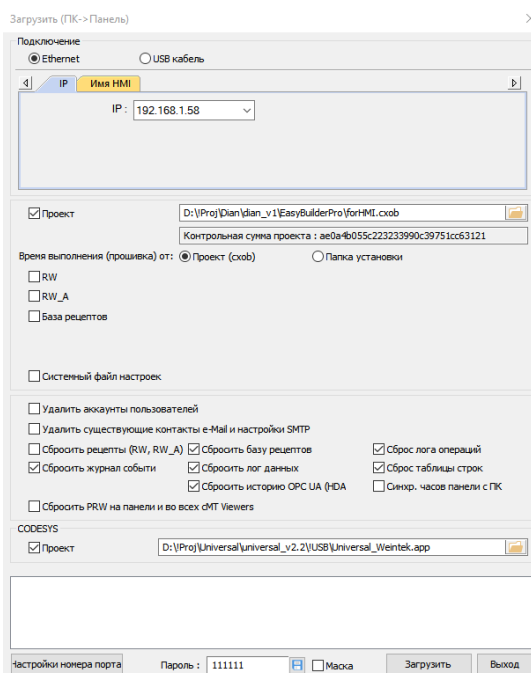

Рисунок 4.13 – Настройки окна «Загрузить (ПК->Панель)» ПО Utility Manger
7. Установить значения в полях: «Сбросить журнал событий», «Сбросить базу рецептов», «Сбросить лог данных», «Сбросить историю OPS UA (HDA)», «Сброс логов операций», «Сброс таблицы строк», «Синхр. часов панели с ПК». Ввести пароль в поле «Пароль:» (по умолчанию 111111 (рисунок 4.13)).